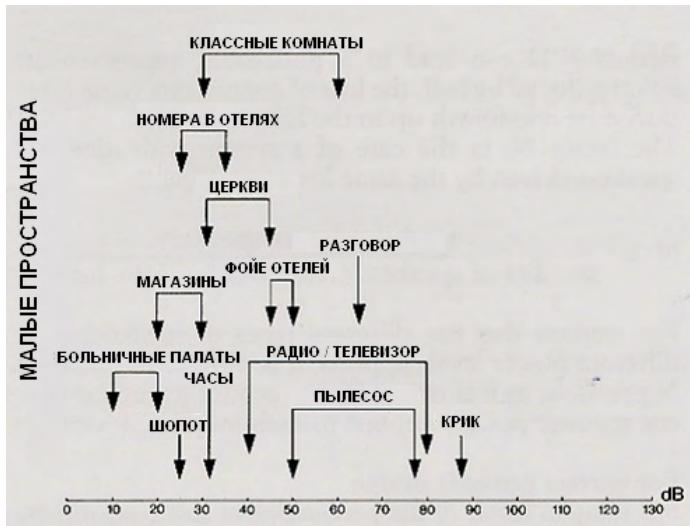
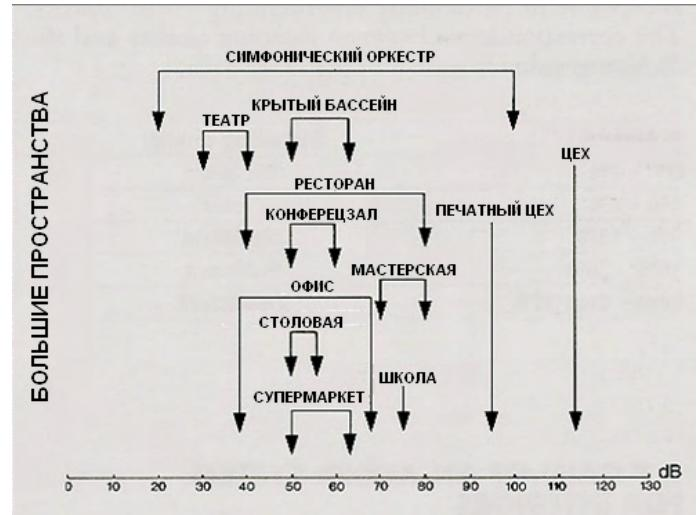

Рисунок 42 - Уровень фонового шума для малых пространств
Рисунок 43 - Уровень фонового шума для больших пространств
- Определить примерный уровень фонового шума (см. Рисунок 42 или Рисунок 43). Например, уровень фонового шума составляет 70 dB.